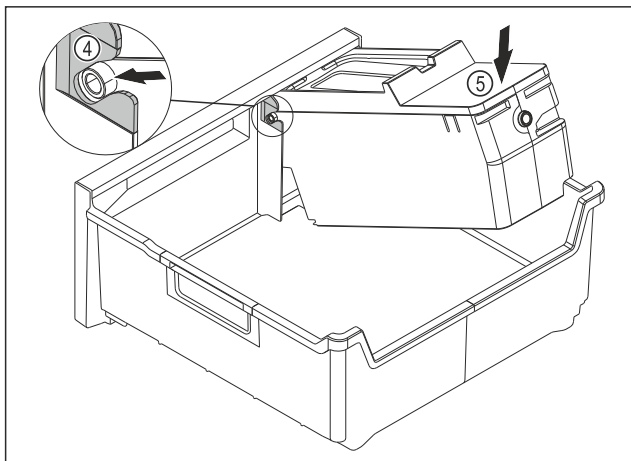

Fig. 134
- ▶ Монтаж на корпуса на EasyTwist-Ice: Вкарайте осите на корпуса на EasyTwist-Ice във водачите Fig. 134 (4).
- ▶ Натиснете надолу корпуса на EasyTwist-Ice Fig. 134 (5) отзад.